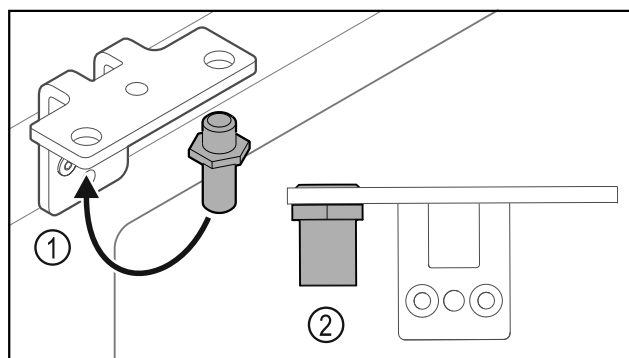

Fig. 17
- Flyt bolten Fig. 17 (1) i hængselvinklen.
- Spænd bolten Fig. 17 (2) med et **drejemoment på 12 Nm**.